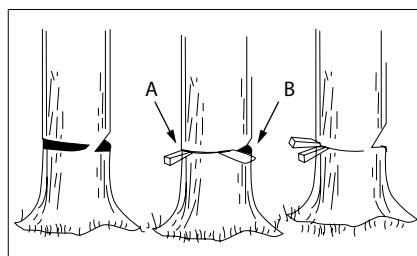

Fig. 16
Utilizați pane din lemn sau plastic (A), pentru a preîntâmpina blocarea șinei sau a lanțului (B) în crestătură. Panele la fel ajută la direcționarea căderii (Fig. 16).